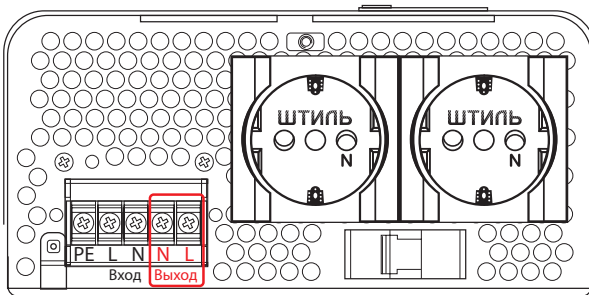

Рисунок 13
8. Убедившись в отсутствии напряжения на выходе стабилизатора, подключить нагрузку. Подключение нагрузки осуществляется у моделей IS350, IS550, IS1000 и IS1500 к розеткам, у моделей IS2500 и IS3500 к розеткам и к выводам «Выход N-L» (**рисунок 13**). Рекомендованное сечение кабеля для подключения нагрузки к выводам «Выход N-L» – 2,5 мм².